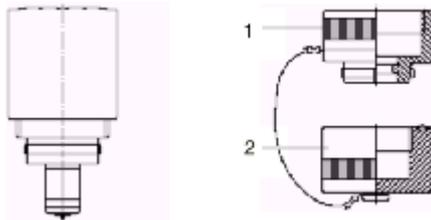

Рис. 6.1 Сенсор с чистящей насадкой
- Прикрутить предохранительный колпак (1, рис. 6.1) чистящей насадки на сенсор!
- Заполнить винтовой колпак (2, рис. 6.1) чистящим раствором для серебра и накрутить его на предохранительный колпак (1, рис. 6.1).
- Промыть сенсор с предохранительным колпаком (1, рис. 6.1) и винтовым колпаком (2, рис. 6.1) несколько раз дистиллированной водой.
- Открутить предохранительный колпак (1) и промыть головку сенсора еще раз дистиллированной водой.